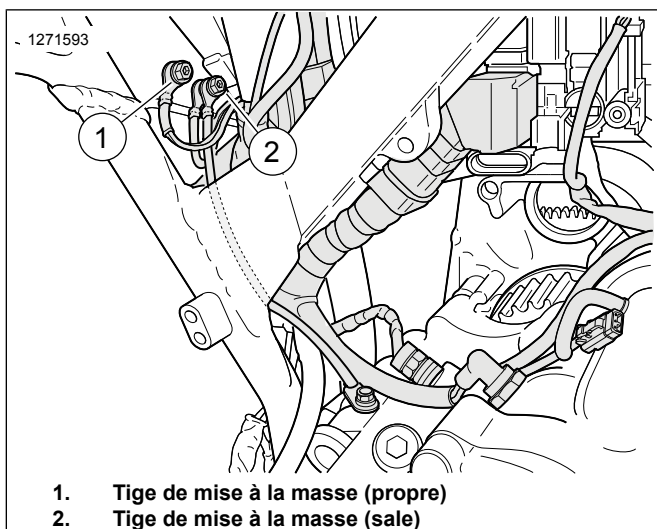

Figure 42. Emplacements des tiges de mise à la masse du boîtier de batterie
Consultez Figure 42 . Faites passer le fil de mise à la masse du module de réglage automatique jusqu'à la tige de mise à la masse (1) **propre** et branchez-le. Serrer.